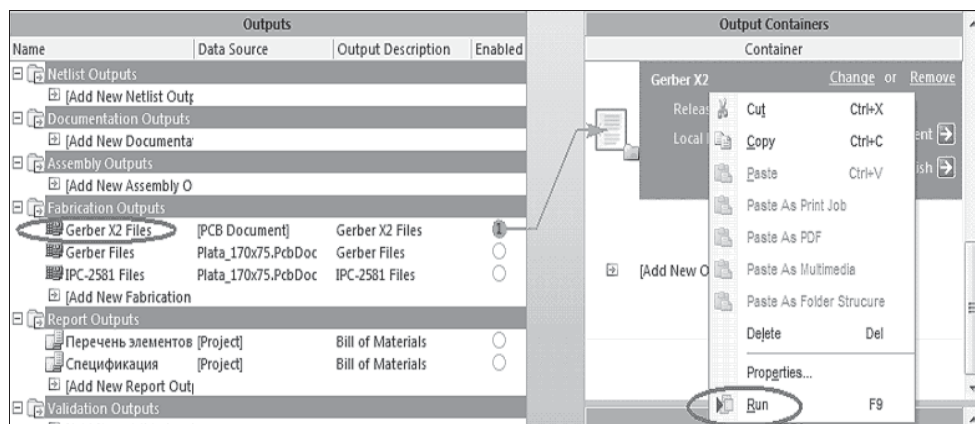

Рис. 10.20. Настройка вывода фотошаблонов в формате Gerber X2
- ❑ по команде **Run** из контекстного меню «выходного контейнера» в OutJob-оболочке (рис. 10.20).
Данные могут, так же как и в других форматах, экспортироваться из оболочки OutJob (см. рис. 10.20).